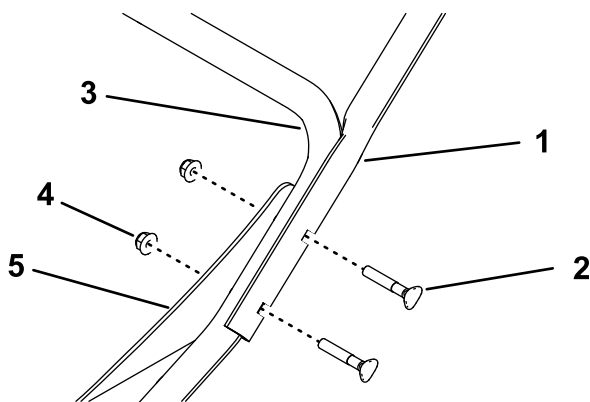

Figura 4
1. Instale los tubos del manillar superior al manillar inferior y a los puntales con 2 pernos del manillar y 2 tuercas (5/16") a ambos lados de la máquina (Figura 4).